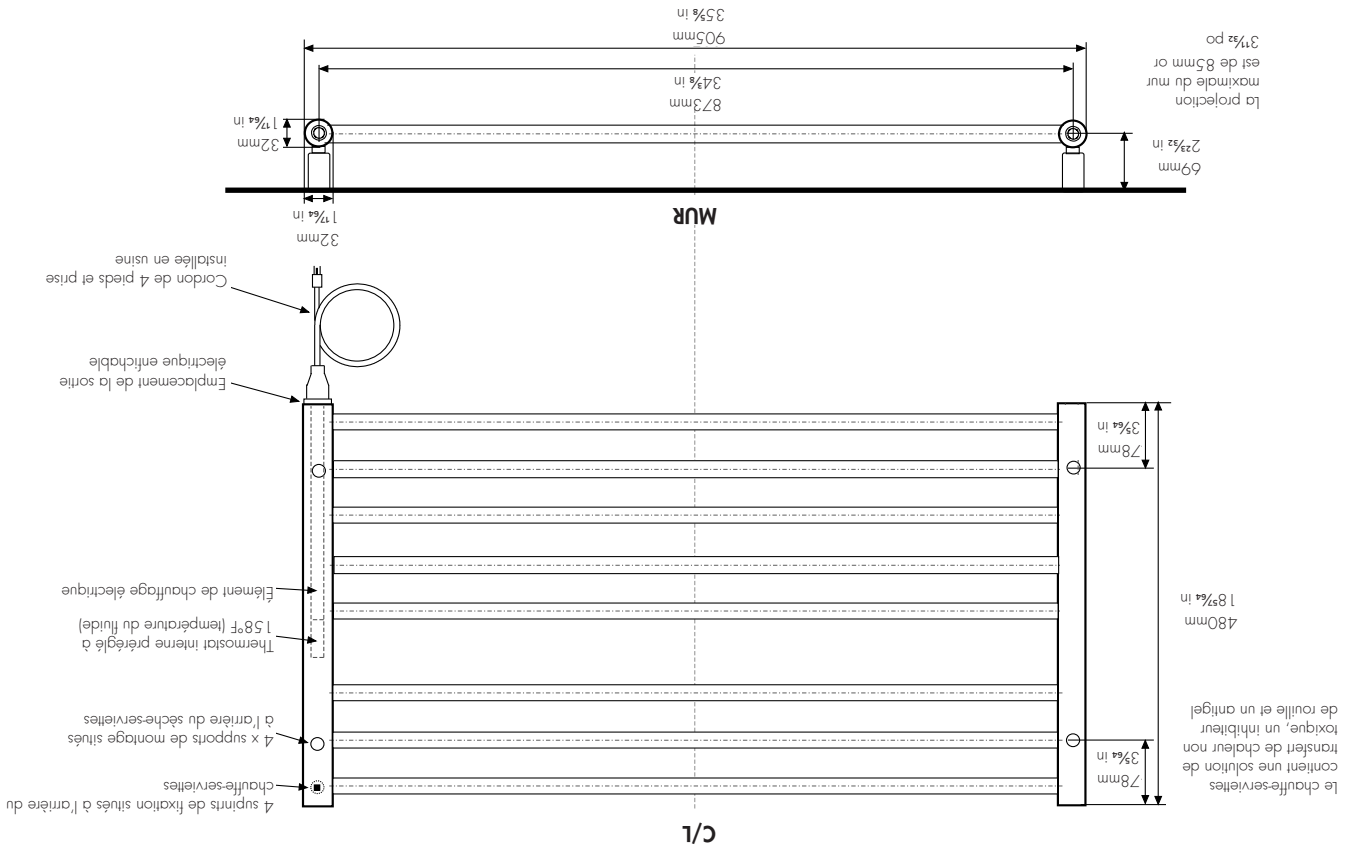

Figure 2
1. Une prise de 110 V située à moins de 18 po de l'emplacement de sortie de la prise électrique sur le sèche-serviettes (voir fig. 2), et non au-dessus de l'emplacement de la sortie de la prise électrique.
2. Des montants muraux ou un support en contreplaqué sont requis dans le mur à tous les emplacements des supports. Voir la figure 2 pour les emplacements des supports.
2. Fixez les supports muraux « B », y compris le col « A », au mur à l'aide des vis fournies et aux emplacements illustrés à la figure 2.